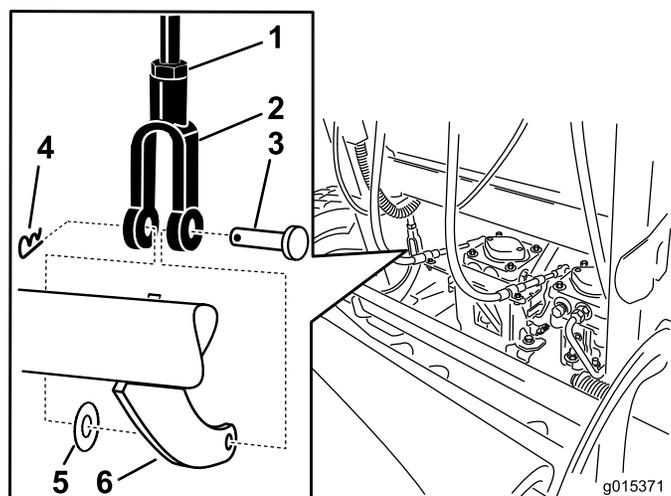

Figura 65
5. Para ajustar el freno, retire el pasador y el pasador de horquilla de la palanca de freno inferior y la horquilla (Figura 65).
6. Afloje la contratuerca (Figura 65).
7. Gire la horquilla. Para apretar el freno, gire la horquilla hacia arriba. Para aflojar el freno, gire la horquilla hacia abajo (Figura 65).
8. Fije la horquilla a la palanca de freno inferior con el pasador de horquilla y el pasador (Figura 65).
9. Apriete la contratuerca (Figura 65).